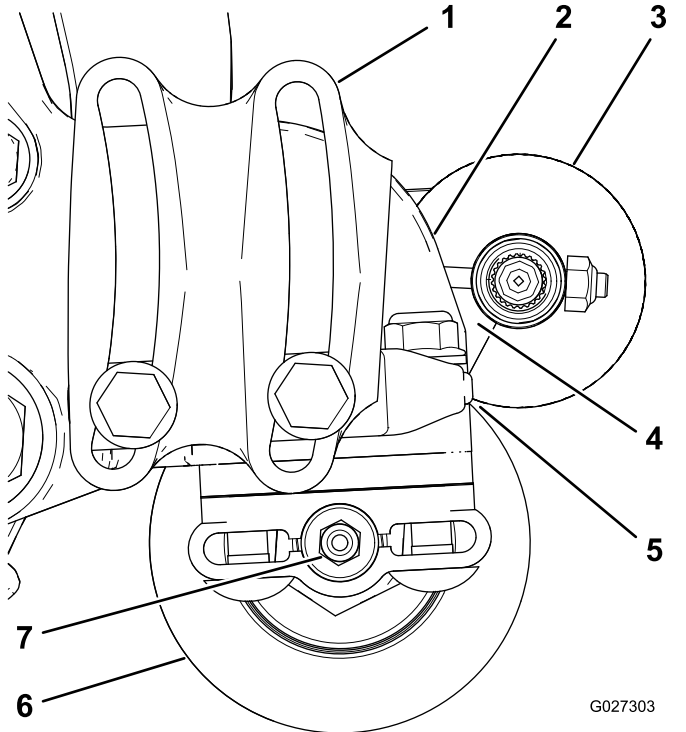

Figure 12
2. Positionnez la brosse de sorte qu'elle touche ou appuie à peine sur le rouleau arrière (Figure 12).